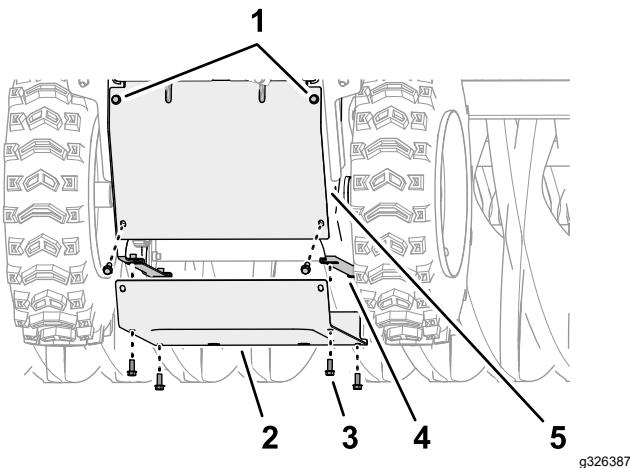

Figure 51
4. Au bas de la machine, alignez les trous du couvercle inférieur et les trous des brides des plaques latérales gauche et droite (Figure 51).
- 5. Fixez le couvercle inférieur sur la machine (Figure 51) avec les 6 vis à embase (1/4" x 5/8").
- 6. Serrez les 2 vis à embase supérieures (1/4" x 5/8") qui fixent le couvercle arrière sur la machine (Figure 51).